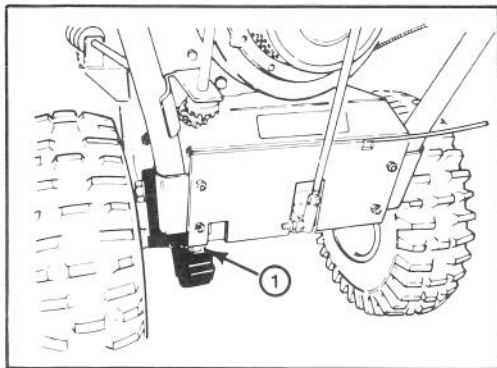

Figure 15
1. Une fois par an, la chaîne d'entraînement doit être lubrifiée à l'aide d'une huile pour chaîne (fig. 15). Essuyez toute huile qui a coulé à l'extérieur.